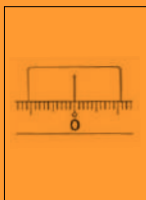

РИСУНОК 15
2. Наведитесь на точку А и вращайте лимб "8" до совмещения индекса с отсчетом 0° (Рис.15).